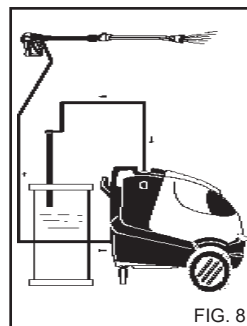

FIG. 8
- 3) Après l'emploi avec du détergent, rincer le circuit d'aspiration ; enfiler le tuyau d'aspiration (fig. 8) du détergent dans un bidon d'eau propre et faire fonctionner la pompe pendant 1 minute avec le robinet de dosage complètement ouvert et la lance en phase de sortie du détergent.
4) Après l'emploi avec du détergent, rincer le circuit d'aspiration; enfilier le tuyau d'aspiration (fig. 8) du détergent dans un bidon d'eau propre et faire fonctionner la pompe pendant 1 minute avec le robinet de dosage complètement ouvert et la lance en phase de sortie du détergent.